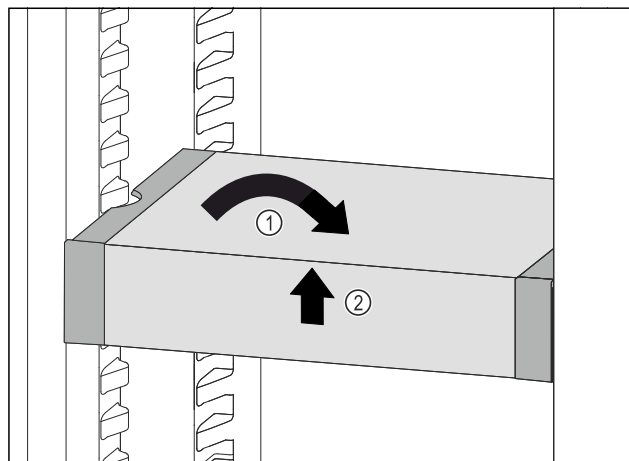

Fig. 80
- ▶ VarioSafe ustawić prosto. Fig. 80 (1)
- ▶ VarioSafe unieść z przodu. Fig. 80 (2)